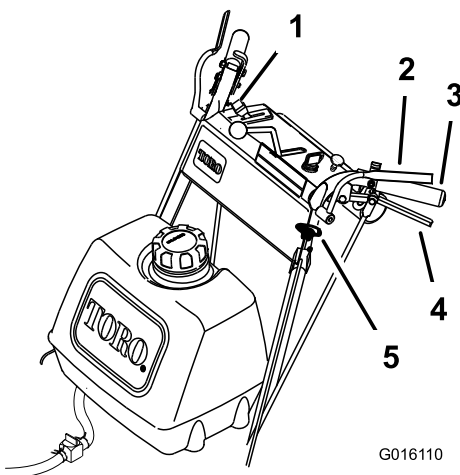

Bild 12
1. Zum Einkuppeln der Messer drücken Sie die Hebel der elektronischen Sicherheit gegen die Handgriffe (Bild 12).
1. Drücken Sie den Zapfwellenantrieb (ZWA) nach unten auf „Aus“ (Bild 12).
2. Wenn Sie die Hebel der elektronischen Sicherheit loslassen, wird der Motor abgestellt und die Messer werden bei eingekuppeltem Zapfwellenantrieb ausgekuppelt (Bild 12).